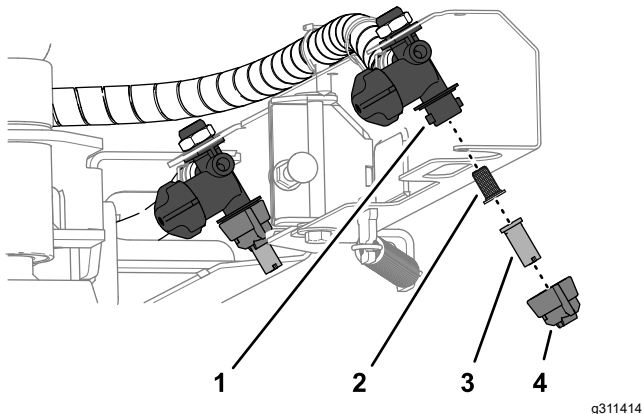

Figure 55
1. Tournez le chapeau de buse de 90° dans le sens antihoraire et enlevez-le du corps de la buse (Figure 55).
2. Déposez la pastille et la crépine du corps de la buse (Figure 55).
4. Insérez la crépine dans le corps de la buse (Figure 55).
5. Placez la pastille dans le chapeau de la buse (Figure 55).
6. Posez la pastille et le chapeau sur le corps de la buse (Figure 55).
7. Tournez le chapeau de la buse de 90° dans le sens horaire (Figure 55).